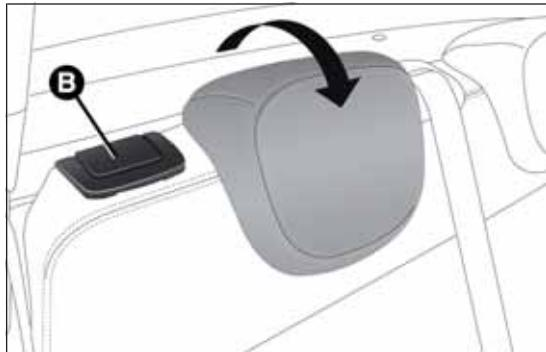
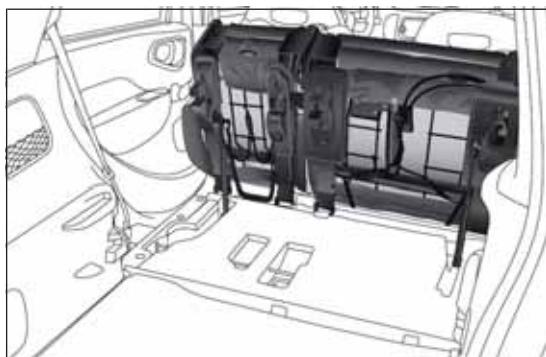

fig. 90
fig. 91
- sollevare la leva di sgancio B fig. 90 per ribaltare la porzione sinistra oppure destra dello schienale: lo schienale ed il cuscino verranno ribaltati automaticamente in avanti (vedere fig. 91). Se necessario accompagnare lo schienale nella prima parte del ribaltamento.